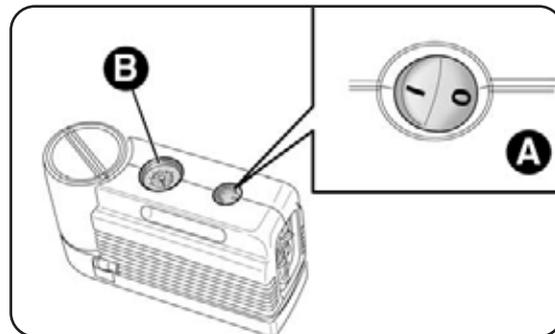
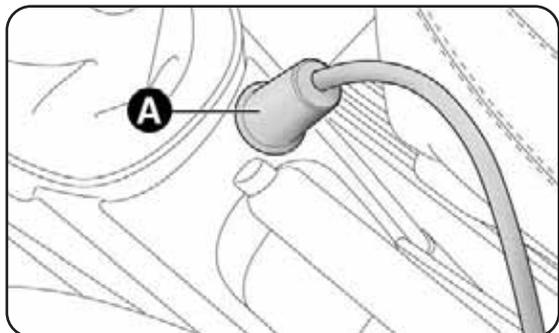

fig. 17
fig. 18
- certificar-se que o interruptor A-fig. 17 do compressor esteja na posição 0 (desligado), ligar o motor, inserir a cavilha A-fig. 18 na tomada de corrente/isqueiro no tunel central e ligar o compressor colocando o interruptor A-fig. 17 na posição I (ligado);
- encher o pneu à pressão indicada no parágrafo “Rodas” no capítulo “6”. Para obter uma leitura mais precisa verificar o valor da pressão no manómetro B-fig. 17 com o compressor desligado;